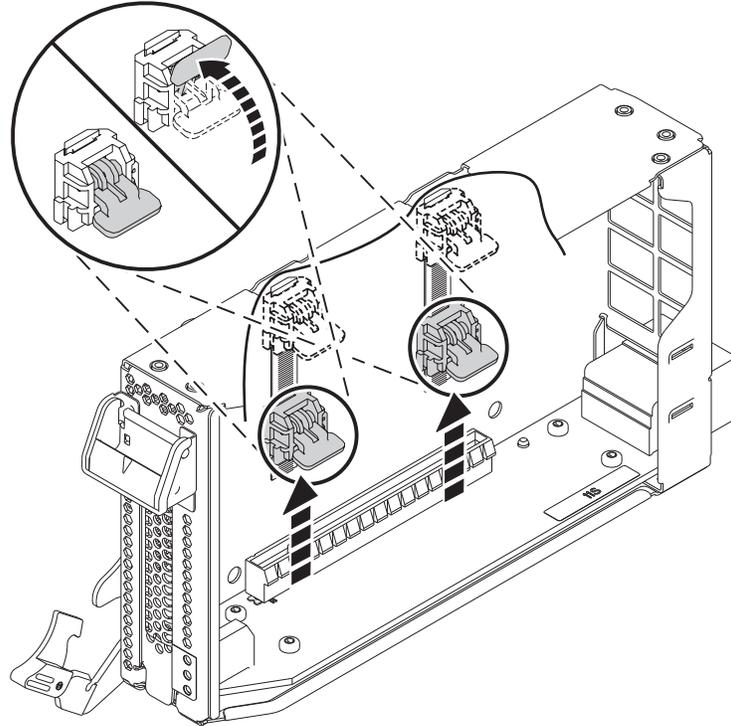

Figura 4. Desbloquear os trincos da cassete
- a. Desbloqueie ambos os trincos da cassette rodando-os como é mostrado na Figura 4 na página 5.
- b. Empurre para cima os trincos da cassette na direcção da extremidade superior da cassette, tal como é mostrado na Figura 4 na página 5.